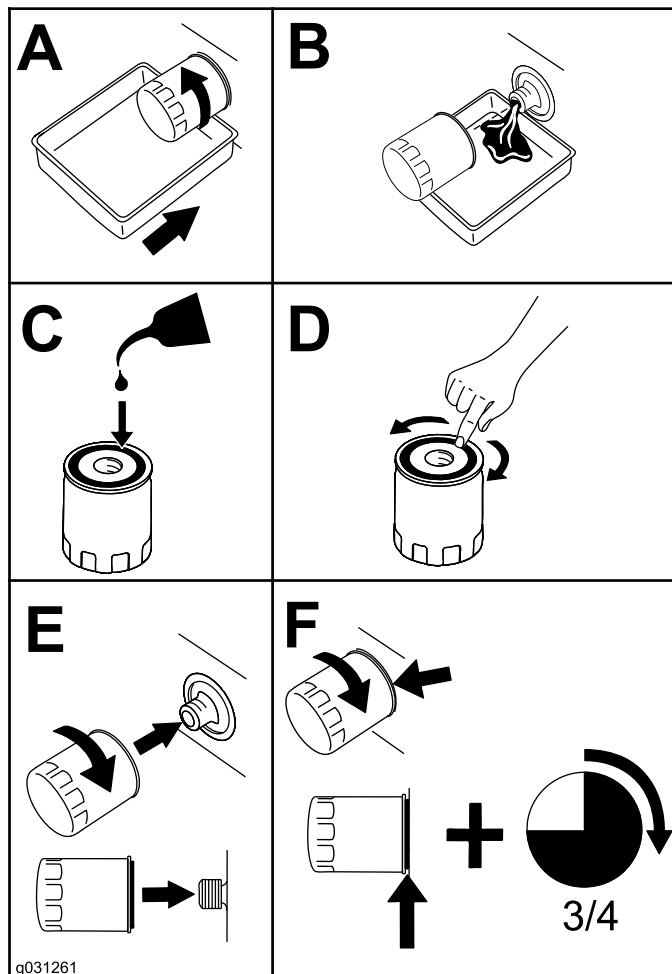

Figura 92
4. Substitua o filtro do óleo do motor (Figura 92).